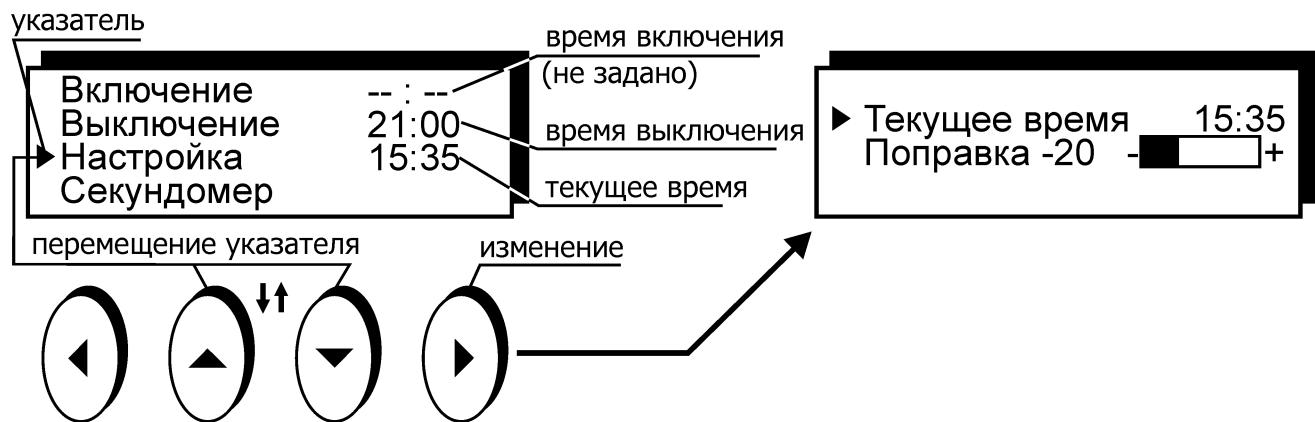

Рисунок 9 — Управление встроенными часами
- нажатиями кнопок ( $\blacktriangle$ ) и ( $\blacktriangledown$ ) установить указатель против нужного времени: включения или выключения (рисунок 9);
- нажатиями кнопок ( $\blacktriangle$ ) и ( $\blacktriangledown$ ) установить указатель против пункта “Секундомер” (рисунок 9);